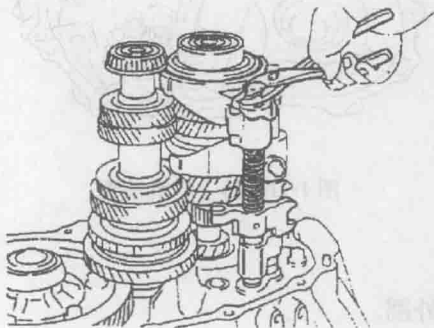

图 1-4 取出叉轴
- 4) 如图 1-4 所示, 将叉轴用布保护好, 用钳子夹住其上部拔出。